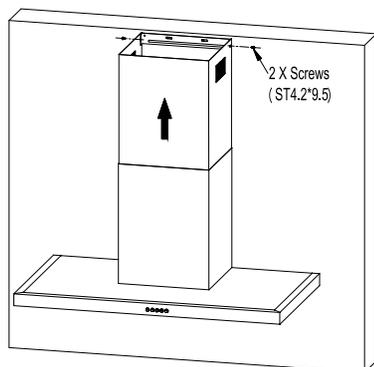

Fig.8
- Fixe a extensão da chaminé. Veja Fig.8.